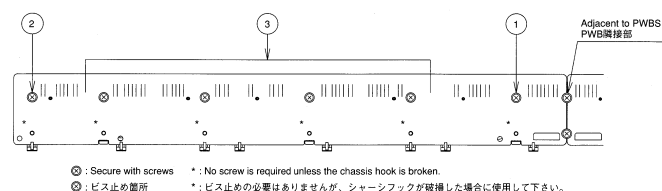

fig. 5
3) Secure the LOW and HI PCBs in place with the screws while holding the PCBs at the center. Starting with the center screw, install in the order of ① and then ② and ③ as shown in fig. 5. Screw in at the locations illustrated in the figure.
3) ビスは、PWB LOW、HIともに鍵盤中央部①より②、③の順に取り付けて下さい (fig. 5参照)。基板がはんだ付けなどによってそりを生じていることがあるため、中央部を軽く押さえながらビス止めするとよいでしょう。最後にPWB隣接部をビス止めします。